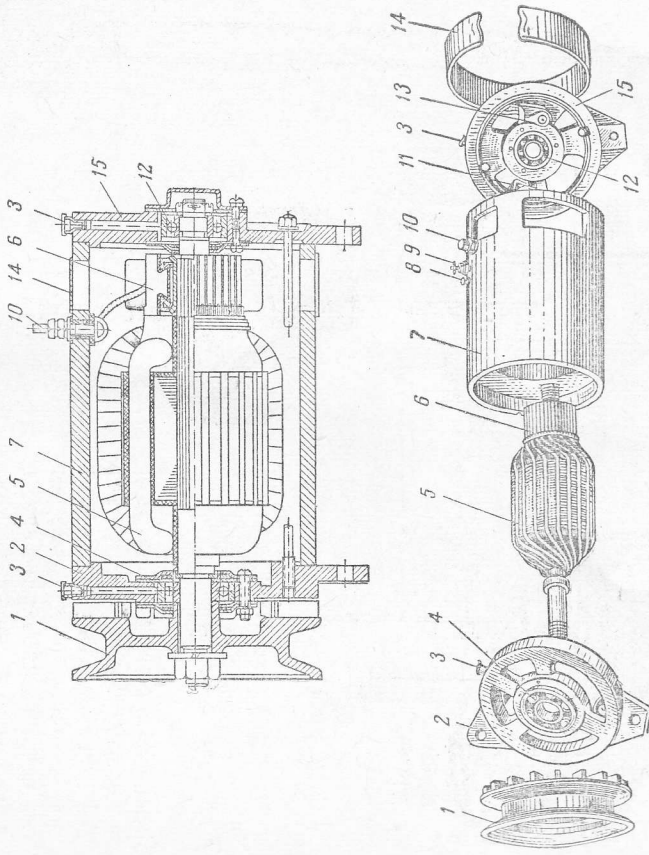

Рис. 71. Генератор постоянного тока:
**Генератор постоянного тока** (рис. 71) превращает механическую энергию в электрическую; он питает электрическим током приборы системы электрооборудования, в том числе и аккумуляторную батарею, на средних и больших оборотах коленчатого вала двигателя. Генератор состоит из корпуса 7, с полюсными